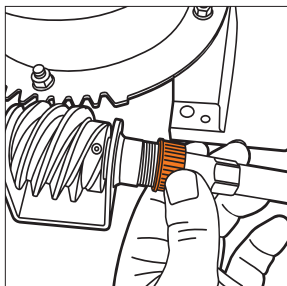

Рис. 11
- Вставьте гибкий вал осью в шестерню привода желоба и зафиксируйте соединительной гайкой (Рис. 11).